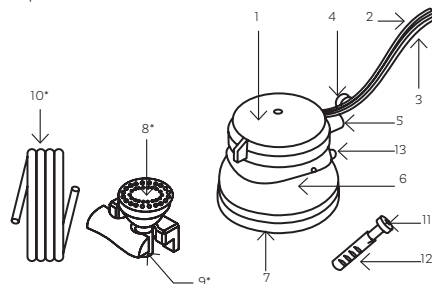

Figura 4.
- En caso de dudas referentes a la nomenclatura de los componentes de la Ducha Eléctrica Rotoplas consulte la Figura 4.
*Desviador (duchita). Soporte del desviador y manguera del desviador, ver nota debajo de la Figura 4.